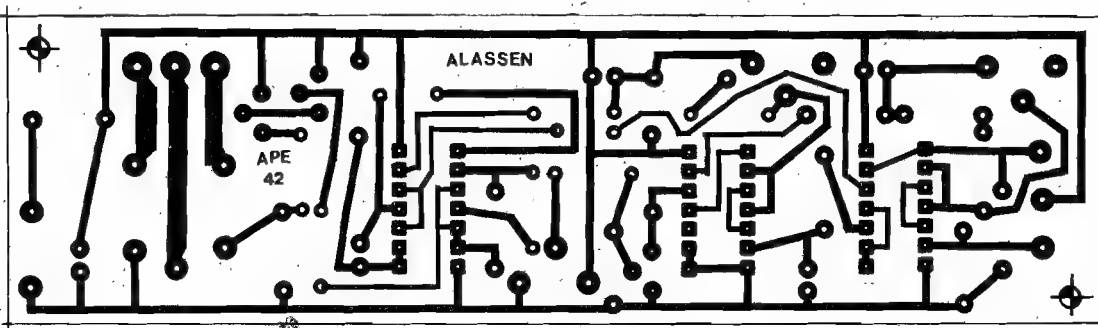

Fig.2
- FIG. 2 - O CIRCUITO IMPRESSO DE LAY OUT ESPECÍFICO
de projetos adequados ao absoluto "começante"...). Entretanto, mesmo o principiante, se estiver disposto a exercer o máximo de atenção e cuidado, deverá obter sucesso na realização... A descrição da montagem, contudo, será direcionada aos Hobbystas já "estabelecidos", de forma direta e sem "firulas"... Quem precisar de outras informações gerais, deverá consultar os conselhos dados nos textos referentes às demais montagens da presente APE, bem como os importantes encartes TABELÃO APE e INSTRUÇÕES GERAIS PARA AS MONTAGENS... Voltando à "vaca fria", a fig. 2 traz o lay out, em tamanho natural, do padrão cobreado de ilhas e pistas do Circuito Impresso específico... É só copiar e confeccionar a placa (conferindo tudo ao final, antes de começar as soldagens).